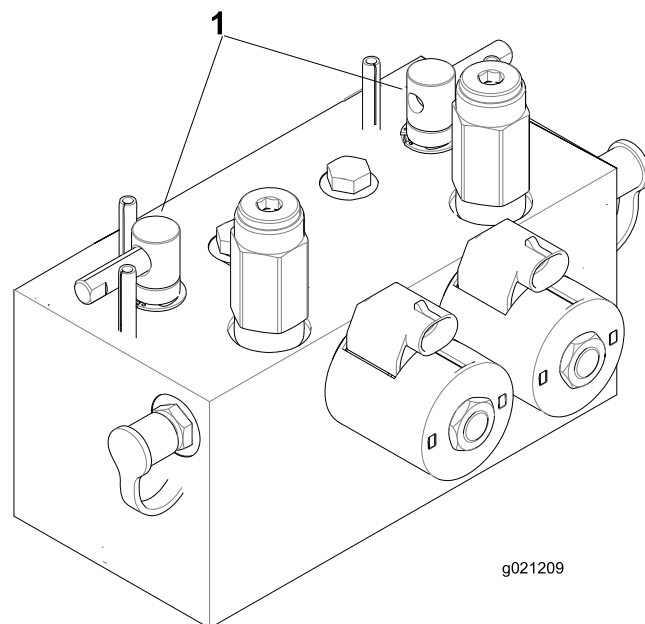

Figura 95
2. Desbloquee y levante el asiento para poder acceder a las palancas de autoafilado (Figura 95).
5. Seleccione la palanca de autoafilado correspondiente a los molinetes que desea autoafilar: delanteros, traseros o ambos (Figura 95).